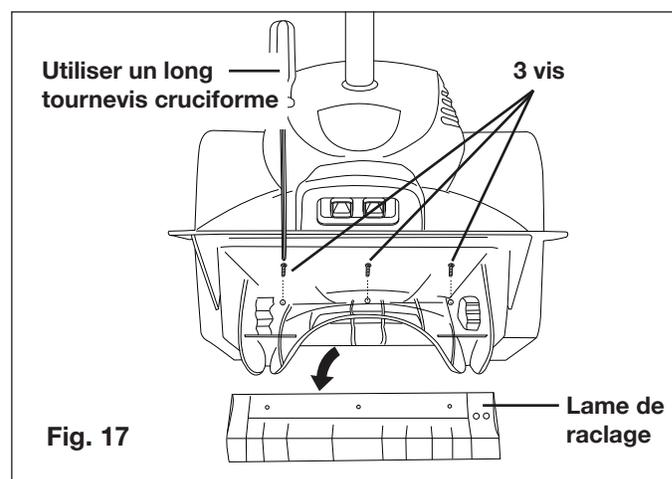

Fig. 17
1. Positionnez la tarière de telle sorte que vous puissiez accéder aux trois (3) vis cruciformes qui attachent la lame de raclage à la base de la machine.
2. À l'aide d'un tournevis à pointe cruciforme, retirez les trois (3) vis et la lame de raclage à remplacer (Fig. 17).